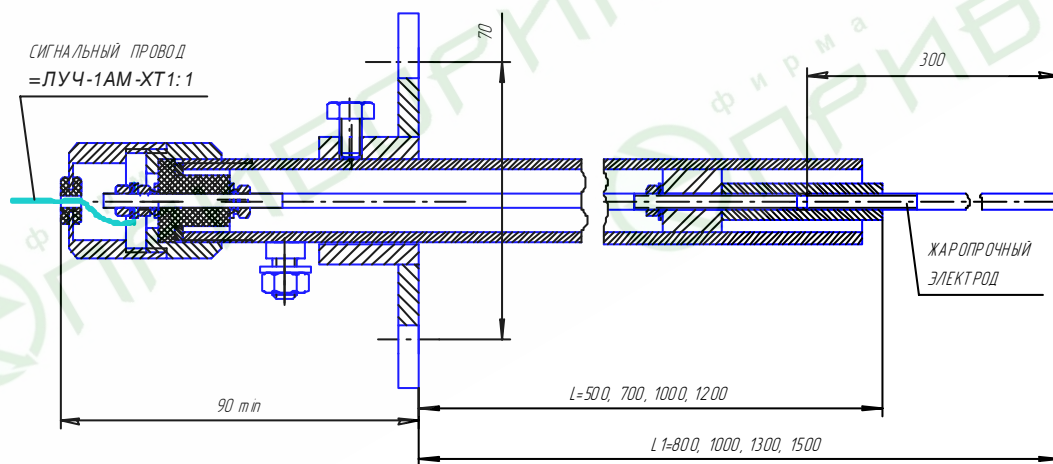

Рис.6. Контрольный электрод. Общий вид.
Конструкция устройства УСКФ-И приведена на **рис.5**, электрода КЭ – на **рис.6**.
- Рис.6. Контрольный электрод типа КЭ. Общий вид.